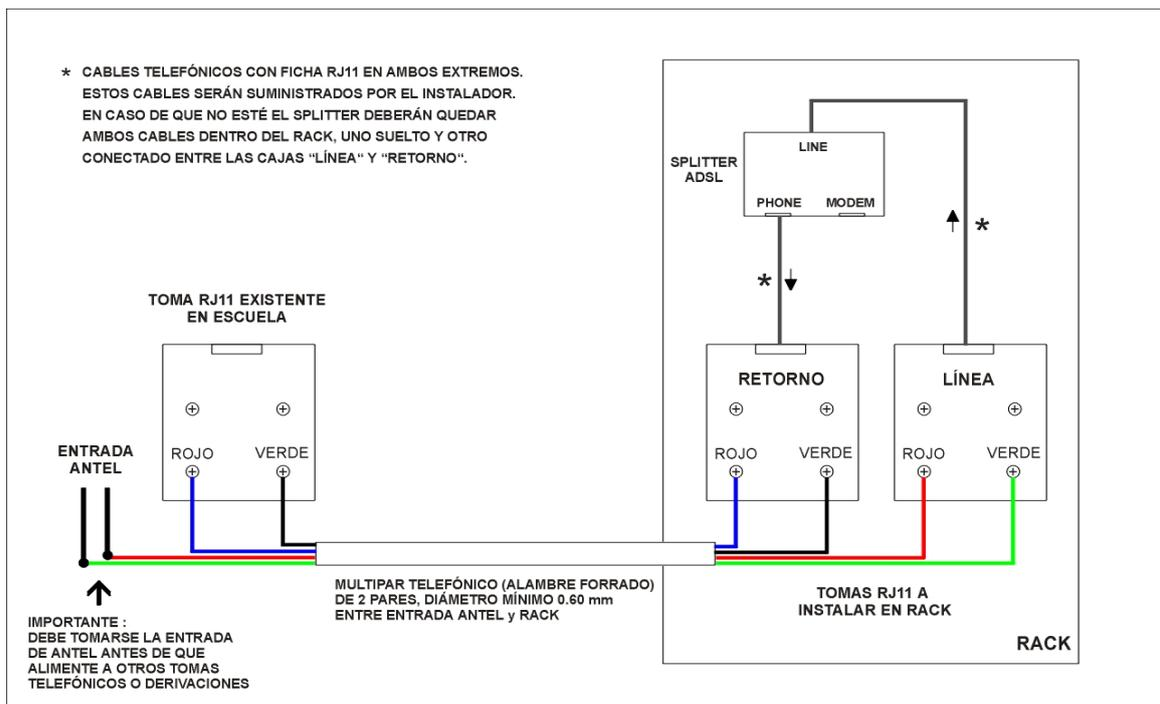

Fig. 1 - Esquema para el cableado telefónico
- Para el cableado de la línea telefónica utilizar multipar telefónico de 2 pares, uno para llevar la línea desde la entrada de Antel hacia el rack y otro para retornar la línea a la escuela (Fig. 1). De este modo queda el splitter de ADSL dentro del rack evitando posibles desconexiones. Es importante identificar correctamente el punto donde ingresa la línea de Antel a la escuela ya que es en ese punto donde hay que conectar el multipar telefónico hacia el rack (de este modo quedan todos los posibles derivados telefónicos conectados a la salida PHONE del splitter a través del par de retorno). Etiquetar los tomas RJ11 colocados en el rack con las leyendas "LÍNEA" y "RETORNO" y fijarlos a la placa de montaje del rack (preferentemente con tornillos autorroscantes) (Fig. 2 y 3).